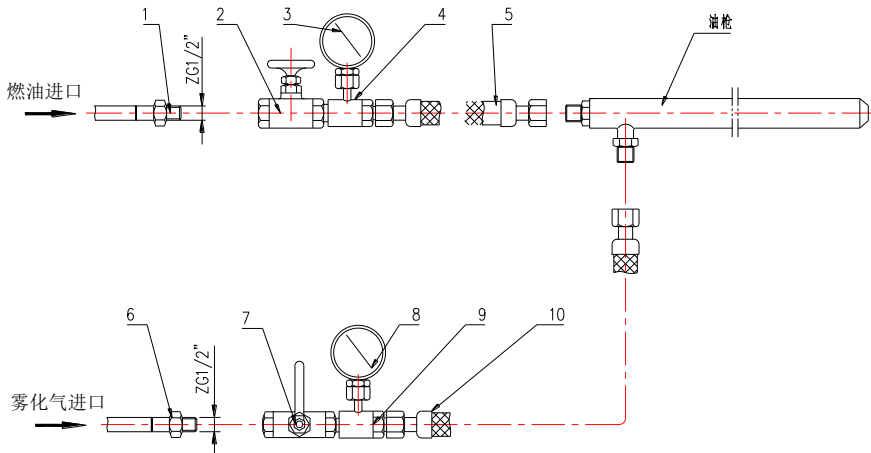

图 6. II型管路系统图
(2) II 型管路：(不带吹扫型) 适用于油品纯净、质量比较好的柴油等。(见图 6)